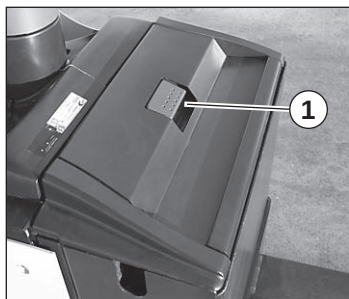

Fig. 35 Batterilåg lukket
3. Åbn batterilåget **1** (se fig. 35), og fjern det.
6. Luk batterilåget (se fig. 35).